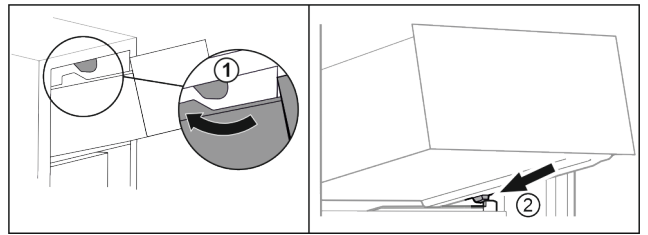

Fig. 69
- ▶ Guider le tiroir en contournant les butées supérieures. Fig. 69 (1)
- ▶ Placer le tiroir, en l'inclinant, derrière les butées inférieures sur la nervure de récipient. Fig. 69 (2)